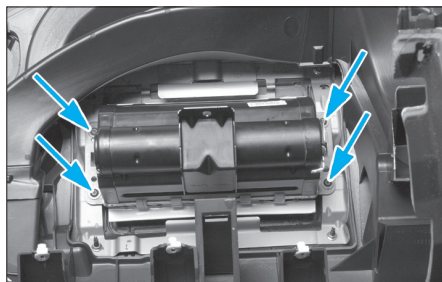

FIG. 4
- Déposer les fixations du module d'airbag (Fig.4).